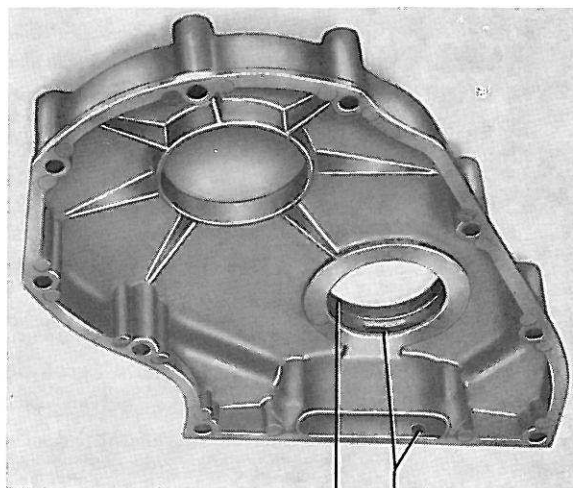

Figure 59. Carter de distribution
9. Veiller à ce que les joints soient en bon état et que le trou de drainage soit propre et non bouché lors du montage du carter de distribution, figure 59.